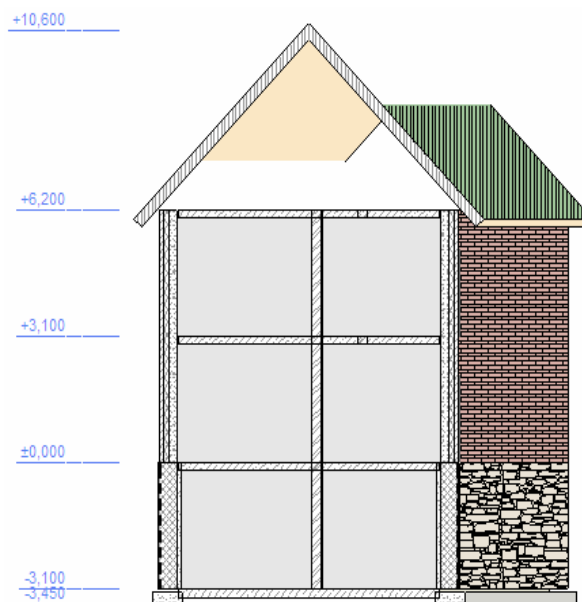

Рис. 79
11. Активизируйте диалоговое окно **Параметры разреза** и измените значения (обведены красным) его параметров по-умолчанию так, как это показано на левом рисунке внизу. Разрез теперь выглядит более выразительным и информативным (рис. 79).